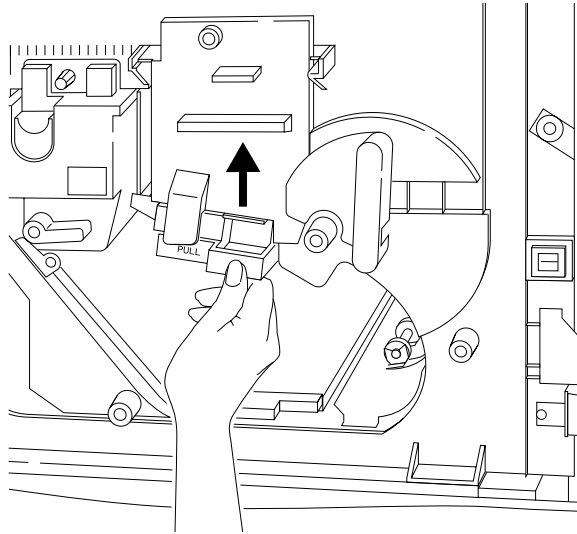

Figura 3-42 Rimontaggio del gruppo di trasferimento
10. Sollevare la guida di trasferimento fino a che non si aggancia al proprio posto, come mostrato nella Figura 3-42 e chiudere la porta.